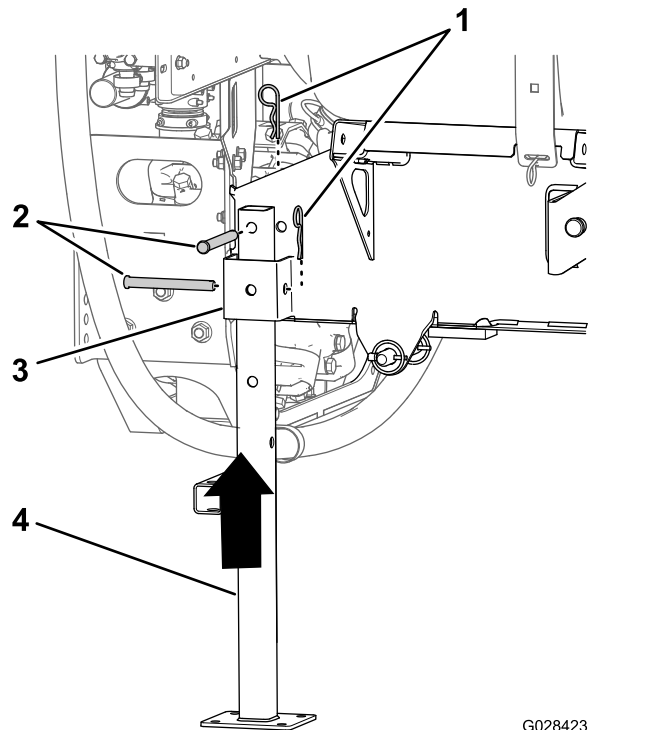

Figura 136
5. Aliniezi suportul de cric posterior cu receptorul suportului de cric posterior (Figura 136).
6. Aliniezi orificiul din partea de sus a suportului de cric cu orificiul din cadrul saniei rezervorului (Figura 136)
7. Fixezi suportul de cric pe receptor și cadru cu 2 tifturi cu cap și gaură pentru cui spintecat ($\frac{1}{2} \times 4 \frac{1}{2}''$) și 2 tifturi în formă de agrafă ($\frac{5}{32} \times 2 \frac{5}{8}''$), așa cum este indicat în Figura 136.